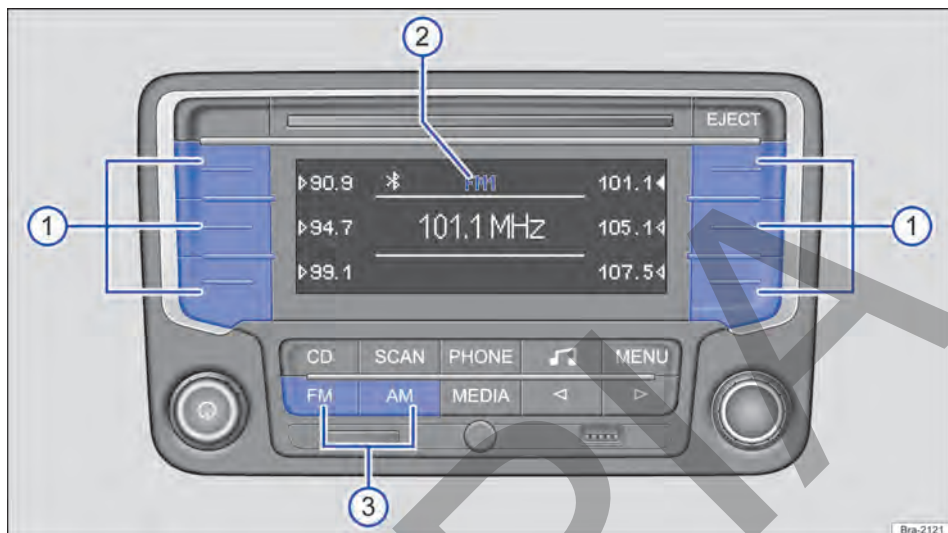

Fig. 134 Seleccione la banda de frecuencia y el nivel de memoria.
Pulse la tecla del equipo **FM** o **AM** → fig. 134 ③ hasta que se muestre el nivel de memoria deseado → fig. 134 ②.
Al cambiar los niveles de memoria, las frecuencias de las emisoras de radio memorizadas se muestran al lado de las teclas de presintonía fig. 134 ①.